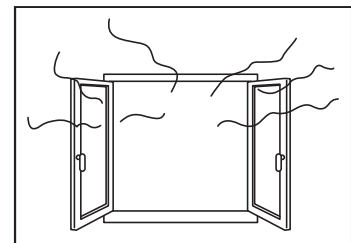

図4
- ※煙、臭い、異常な水蒸気などが発生した場合には、部屋の窓や勝手口の開放またはレンジフードファンを起動させることにより、一時的に排気を促進させなければなりません。(図4)